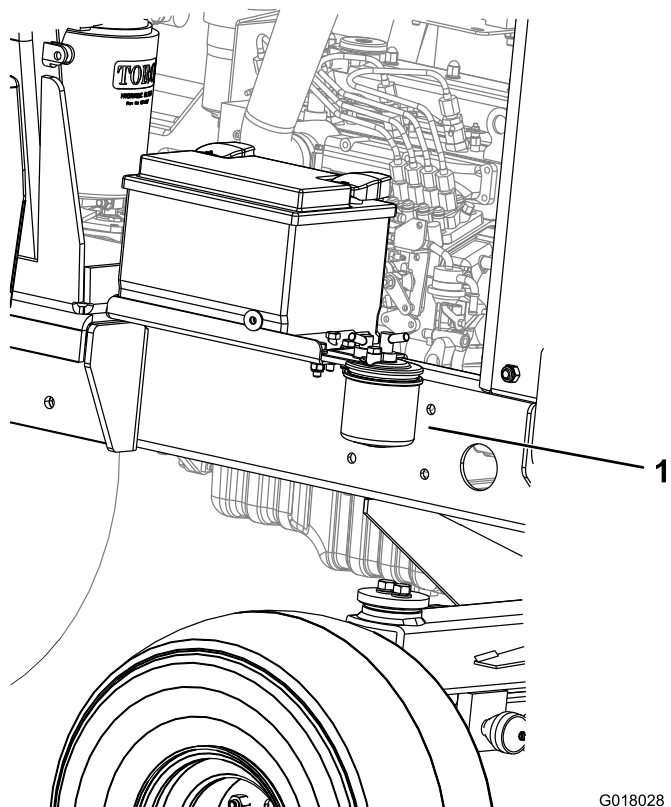

Figura 57
1. Mettete un contenitore pulito sotto la scatola del filtro del carburante (Figura 57).